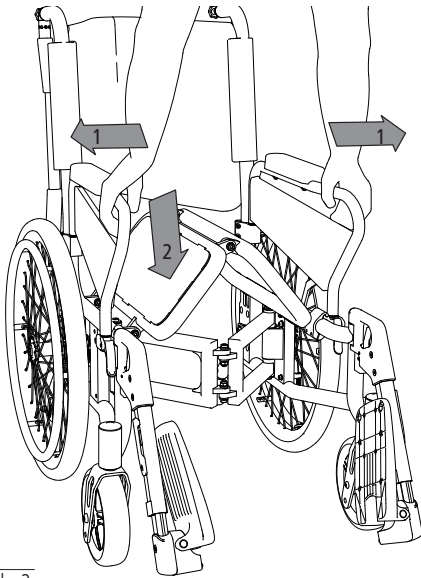

Abb. 2
1. Stellen Sie sich vor den Rollstuhl, greifen Sie die Seitenteilrohre im vorderen Bereich und drücken Sie diese nach außen (1, Abb.2).
2. Drücken Sie eine der Sitzflächen mit der flachen Hand im vorderen Bereich nach unten, (2, Abb.2) bis der Rollstuhl vollständig entfaltet ist.